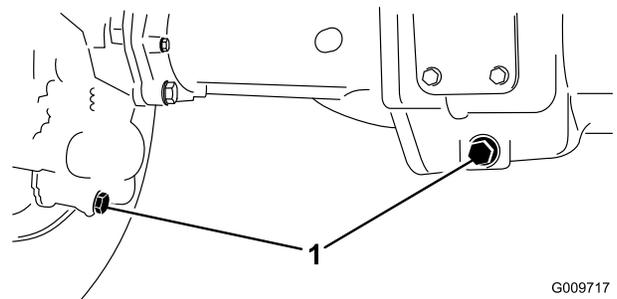

Figure 67
2. Nettoyez la surface autour des 3 bouchons de vidange, 1 à chaque extrémité et 1 au centre (Figure 67).